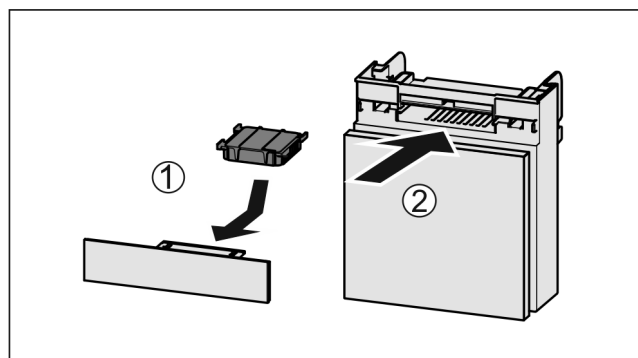

Fig. 123
- ▶ Inserire il vano Fig. 123 (2).